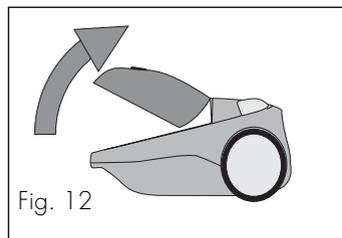
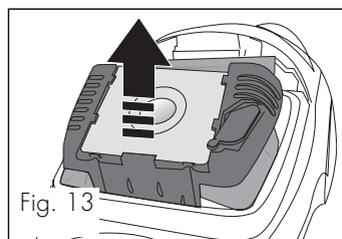

Fig. 12
Fig. 13
Pour remplacer le sac papier, appuyez sur le bouton d'ouverture du compartiment sac à poussière (M) et soulevez le couvercle (fig. 12). Sortez le support du sac papier (fig. 13), retirez celui-ci et jetez-le. Introduisez un sac neuf dans les guides prévus, en poussant jusqu'au bout (fig. 14a). Remettez le support sac à sa place (fig. 14b) et refermez le couvercle de l'appareil en exerçant une légère pression ; l'embout du tube flexible entre automatiquement dans le trou du sac papier. Il est recommandé de remplacer souvent le sac papier si vous aspirez de la poussière très fine (farine, talc, etc.).